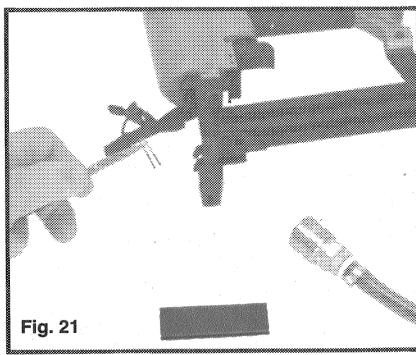

Fig. 21
4. Retirez l'élément de fixation coincé (voir Fig. 21).